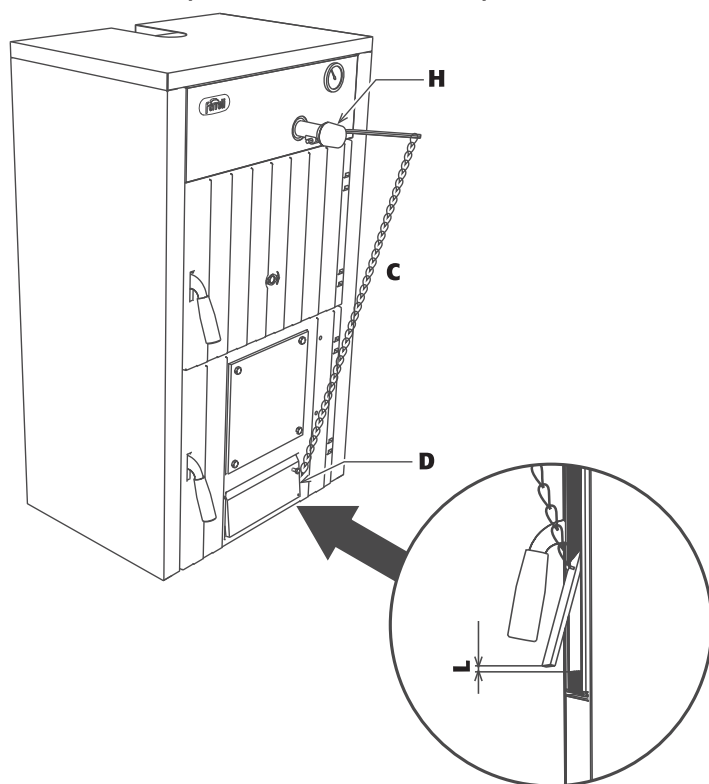

fig. 2 - Instalarea
2. Montați regulatorul termostatic "H" fig. 2.
4. Reglați șurubul de reglare al ușiței pentru priza de aer astfel încât, când ușița este sprijinită, să rămână în orice caz o trecere pentru aer de circa 1 - 2 mm maxim. Cu cazanul rece, poziționați termostatul de reglare la 60°C. Agățați lanțul "C" de ochiul corespunzător "D" al ușiței prizei de aer, reglându-i lungimea astfel încât trecerea aerului "L" (fig. 2) să fie de circa 15 mm pentru "cocs III" și 2 mm pentru "lemn".
Reglați șurubul de reglare al ușiței pentru priza de aer astfel încât, când ușița este sprijinită, să rămână în orice caz o trecere pentru aer de circa 1...2 mm maxim. Cu cazanul rece, poziționați termostatul de reglare la 60°C. Agățați lanțul de ochiul corespunzător al ușiței prizei de aer, reglându-i lungimea astfel încât trecerea pentru aer "L" (fig. 2) să fie de 15 mm pentru "cocs III" și 2 mm pentru "lemn".